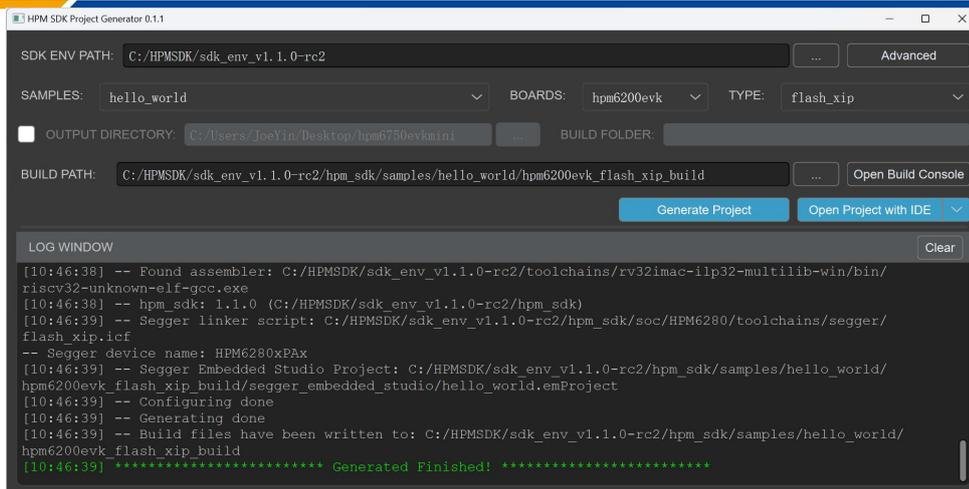

图 21: GUI project generator生成hello_world工程
- 17. 在GUI project generator界面中的” SAMPLES” 下拉列表中选择” hello_world”，在” BOARDS” 下拉列表中选择” hpm6200evk”，在” TYPE” 下拉列表中选择” debug”。点击” Generate Project” 按钮，即可生成debug类型的hello_world工程。如图 21所示。